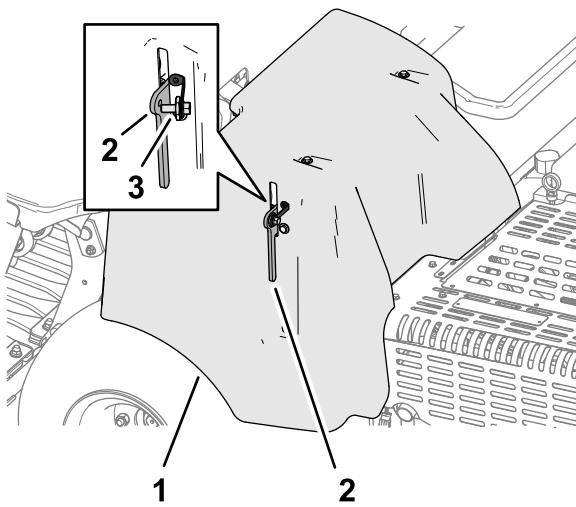

**Figura 135**
3. Baixe totalmente a pega do trinco para prender a cobertura (Figura 135).